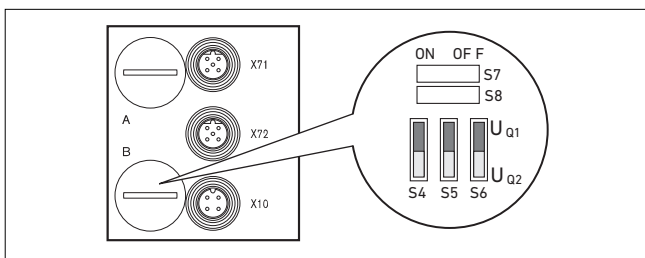

Рис. 9: Переключатели S4, S5, S6 для установления соответствия напряжений электропитания клапанов (U_{Q1}, U_{Q2})
1. Отвинтите нижний навинчивающийся колпачок В (см. рис. 9 на стр. 112).
2. С помощью переключателей S4, S5 и S6 назначьте каждой группе клапанов одно из напряжений питания UQ1 или UQ2 (см. рисунок 9 на стр. 112 и рисунок 10 на стр. 119).